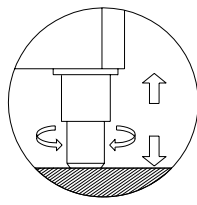

Fig. 1
- Ponerlo el frigo sobre una superficie plana y nivelada (hacerlo sobre pies regulables). **(Fig. 1)**